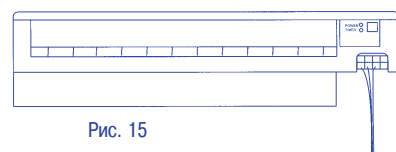

Рис. 15
3) Подсоедините проводники кабеля к соответствующим клеммам (рис. 15).